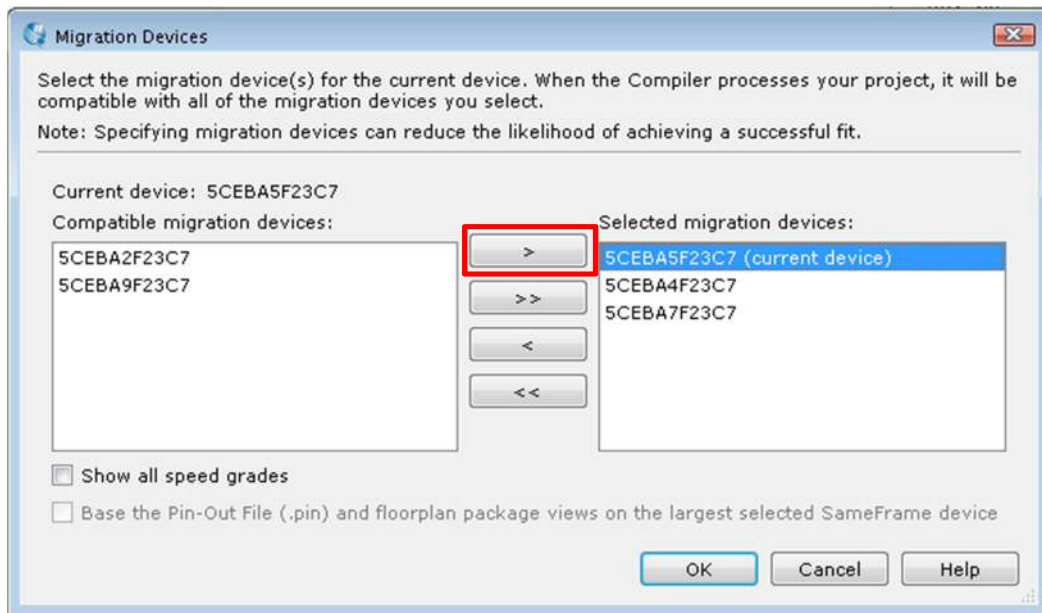

図4-1 マイグレーション・デバイスを選択
4. Migration Devices ダイアログボックス(図 3-7)が表示されます。左枠の Compatible migration devices に表示された型番からマイグレーション候補となる型番を選択し、> ボタンにより右枠の Selected migration devices 内へ移動させます。(図 4-1)